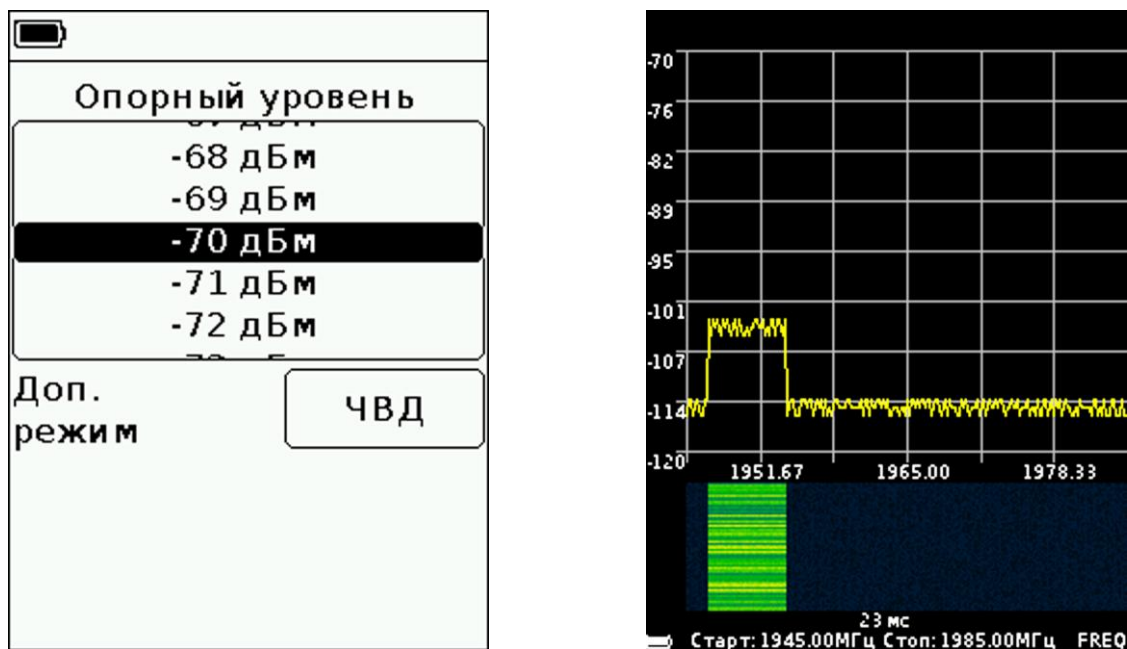

Рисунок 8.4.5 – Измерение в режиме частотно-временной диаграммы (ЧВД)
8.4.3.2. В дополнительном режиме ЧВД, на экране прибора под спектрограммой отображается частотно-временная диаграмма (Рисунок 8.4.5).